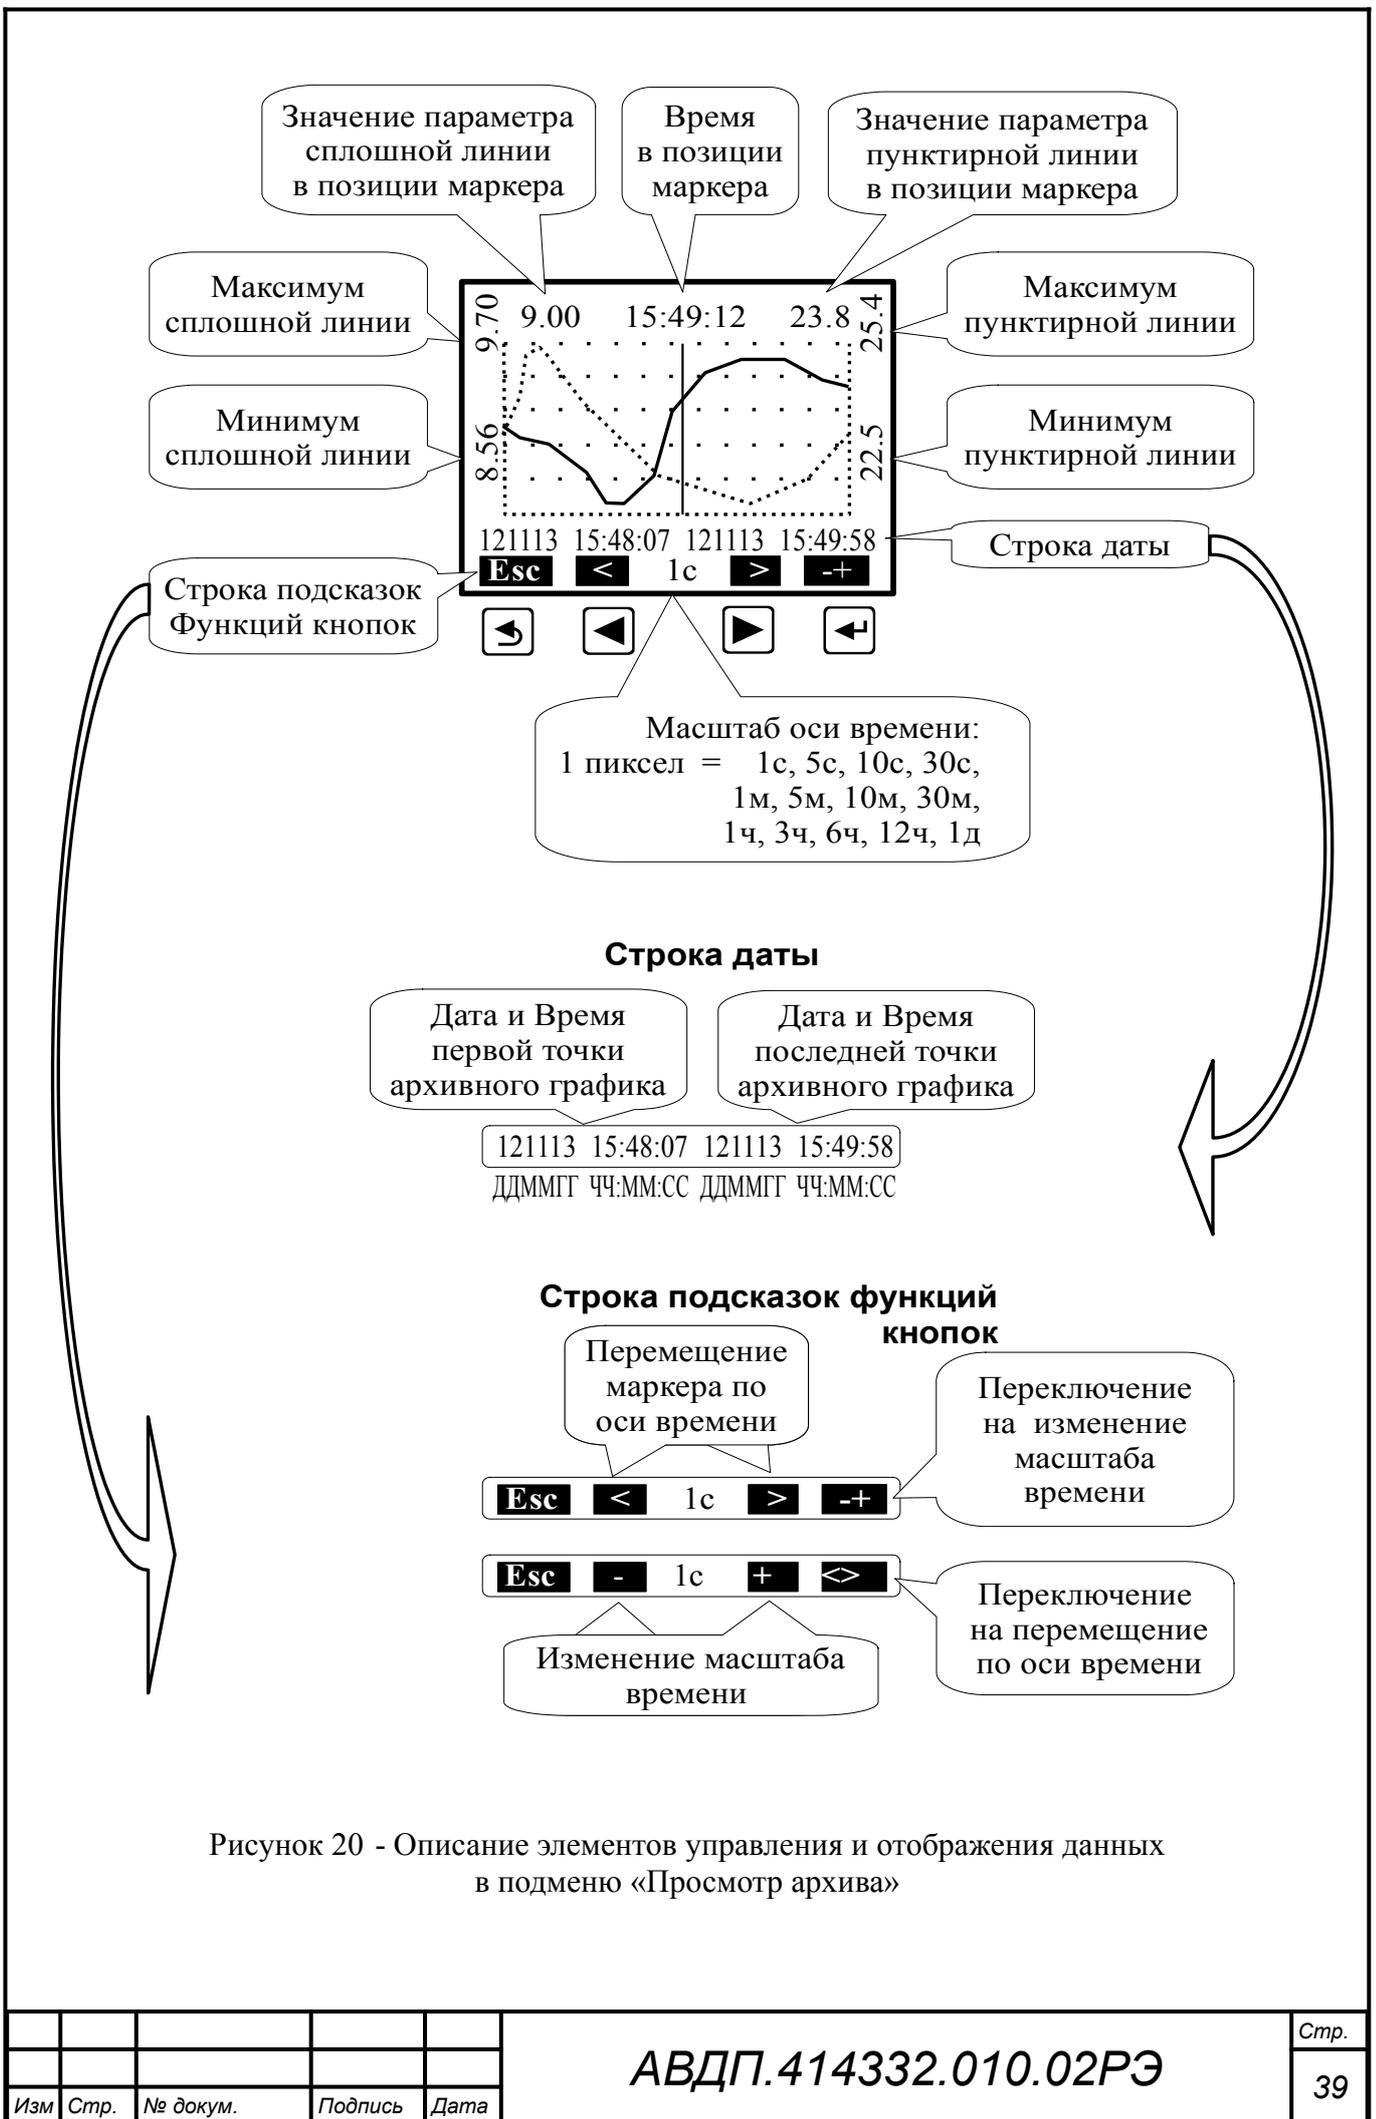

Рисунок 20 - Описание элементов управления и отображения данных в подменю «Просмотр архива»
3.3.6.3 Установленные архивные данные можно посмотреть на дисплее ИП (Рисунок 19, Рисунок 20).
– **Просмотр архива** - в этом режиме просматривается архив одного или двух заранее параметров (основного и температуры). Правая кнопка позволяет переключать режим управления маркером: кнопками и либо изменяется интервал дискретности по времени, либо перемещается маркер, указывающий на время просмотра и состояние измеряемых параметров в это время (Рисунок 20).
Масштабирование оси времени и перемещение по оси времени осуществляется кнопками в режиме «Просмотр архива» (смотри Рисунок 20).